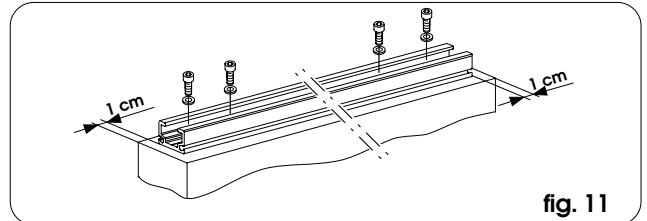

fig. 11
- Monte el perfil de conexión hoja en la parte superior de la hoja, utilizando los adecuados tornillos y respetando las medidas indicadas en la fig. 11.